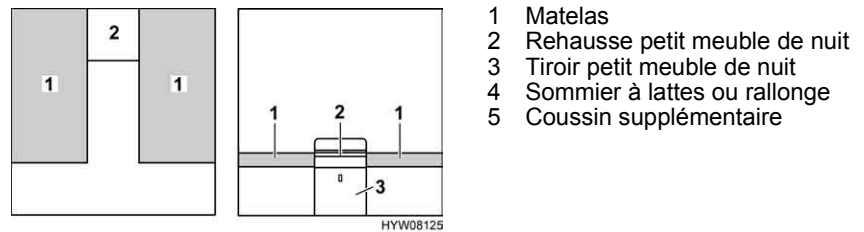

Fig. 134 Avant la transformation
- Retirer la rehausse du petit meuble de nuit (Fig. 134,2) et la mettre de côté.